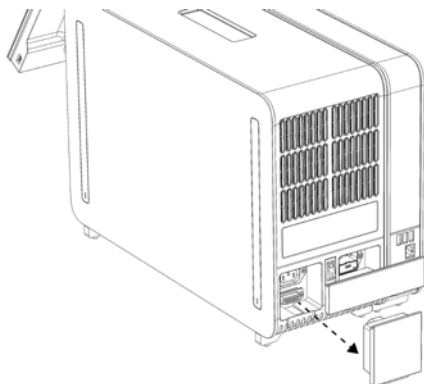

Рис. 12. Удаление концевой моста.
- 1d. Удалите концевой мост с задней стороны аналитического модуля (рис. 12).